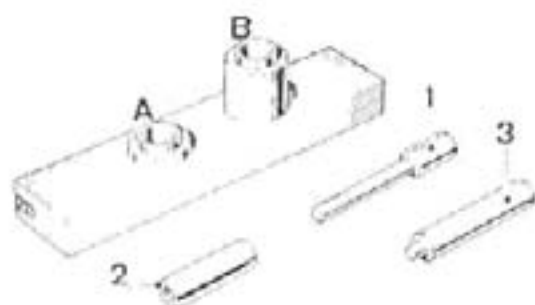

fig. 17 — ferramenta especial T73L - 6135-A para remoção e instalação do pino do êmbolo
Para retirar e instalar o pino do êmbolo usar a ferramenta T73L-6135-A que se compõe de 4 peças (fig. 17) mencionadas a seguir:
1. Colocar o novo pino do êmbolo dentro do pino rosqueado (1) mostrado na fig. 17 e rosquear o pino centralizador (2) da ferramenta até o pino do êmbolo ficar aprisionado pelas ferramentas (1) e (2) como mostra a fig. 20.